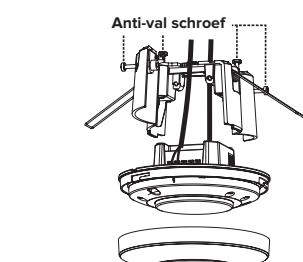

FIG. 7
- Schroef de montageplaat van de sensor onder de centraaldoos en bevestig hem, middels de twee anti-val schroeven, in de behuizing van de sensor. (FIG. 7)